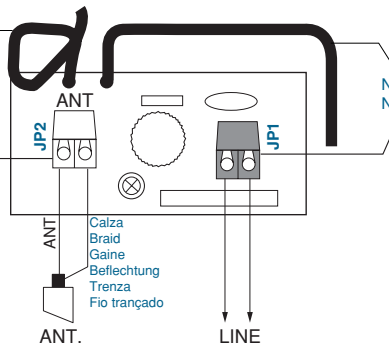

Fig. 2
- b) Montage vertical mural (fig. 2) avec support mod. SLM2 (accessoire)
- b) Montage an der Wand (Abb. 2) mit Wandmontage-Set Mod. SLM2 (Zubehörteil)
- Montagem vertical na parede (fig. 2) com suporte mod. SLM2 (acessório). Na posição vertical o grau de protecção é IP44.